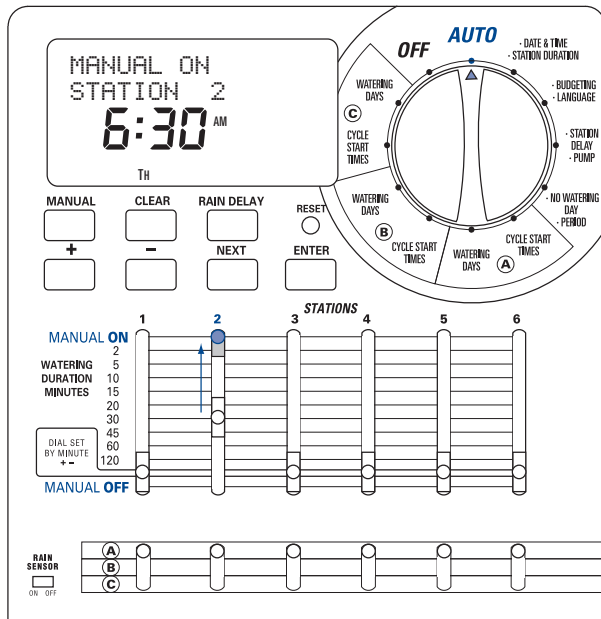

Abbildung 15: Manuelle Bewässerung einer Station
2. Um die Station zu aktivieren, Schieberegler „**Watering Duration Slide Switches**“ Bewässerungsdauer der Station in die Position **MANUAL ON** (Manuell ein) schieben (ganz nach oben). In der Anzeige wird „**MANUAL ON**“ (Manuell ein) angezeigt und die Stationsnummer aktiviert. [Siehe Abbildung 15]